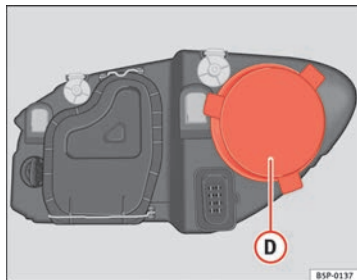

Fig. 170 Luz de presença
- Retirar a tampa ⇒ fig. 170 **D**, puxando-a.